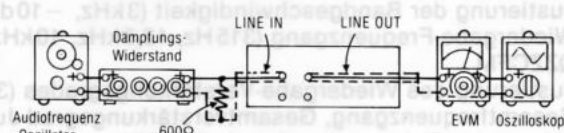

Abb. 6
1. Der Testaufbau ist in Abb. 6 gezeigt.
5. Falls sie nicht dem Standard-Wert entspricht, ist der Drehwiderstand 7 (linker Kanal) (Drehwiderstand 8 (rechter Kanal)) zu justieren, und dann sind die Schritte (2), (3) und (4) zu Wiederholen, bis die Ausgangsleistung dem Standard-Wert entspricht.